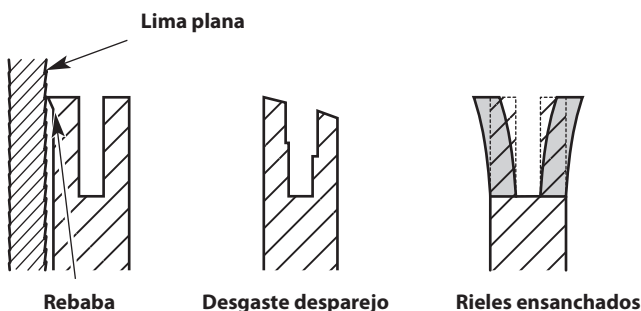

Fig. 25
3. Controle frecuentemente si hay daño en la barra de guía (Fig. 25). El biselado y desbarbado de los carriles de la barra de guía (los rebordes a ambos lados de la canaleta de la barra) es un proceso normal del desgaste de la barra. Estas fallas deben corregirse con una lima tan pronto ocurren (Fig. 25).